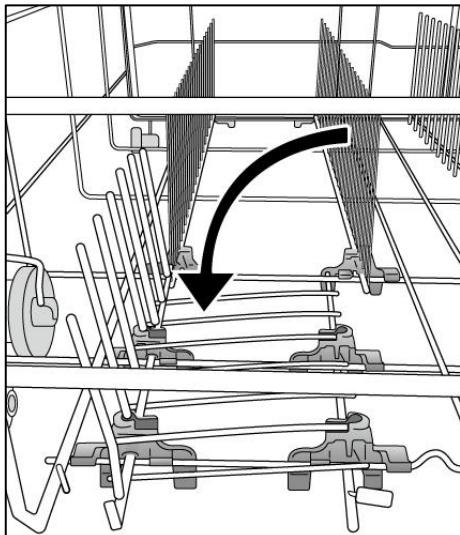

Fig. 6.
- Pour la vidange, introduire le tuyau dans l'installation de vidange, en prenant soin de ne pas le plier car l'écoulement des eaux s'en trouverait perturbé (fig. 6).
Pour positionner correctement le panier à couverts, baissez les picots rabattables avant comme cela est montré sur la fig. 6 pour garantir une stabilité maximale.